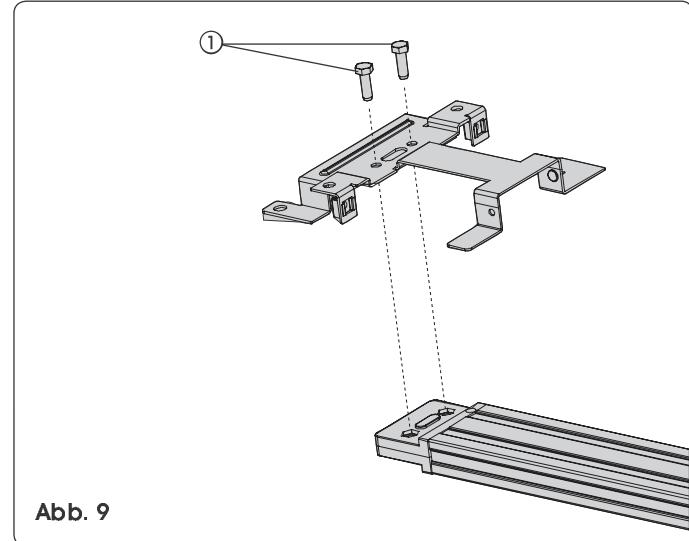

Abb. 9
Vor der Fixierung der Gleitführung an der Decke die hintere Befestigung entsprechend der Aufnahme auf der Zugkupplung zusammenbauen und die Schrauben laut Abb. 9 Bez. ① anschrauben.